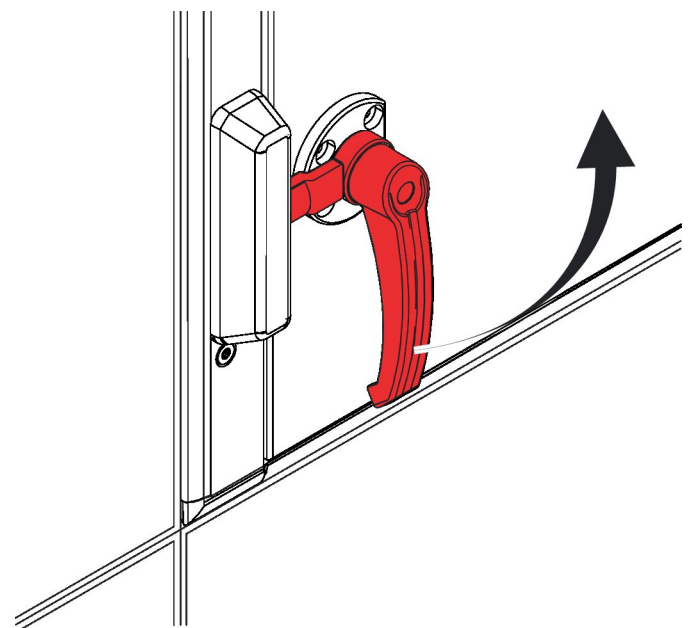

Abb. 40: Türschloss öffnen
- ▶ Den Türgriff 90° gegen den Uhrzeigersinn drehen (Abb. 40).